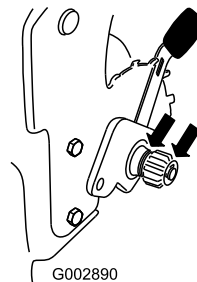

Figure 50
2. Appliquez une couche d'huile de graissage à l'intérieur et à l'extérieur des engrenages, de la manière indiquée (Figure 50).